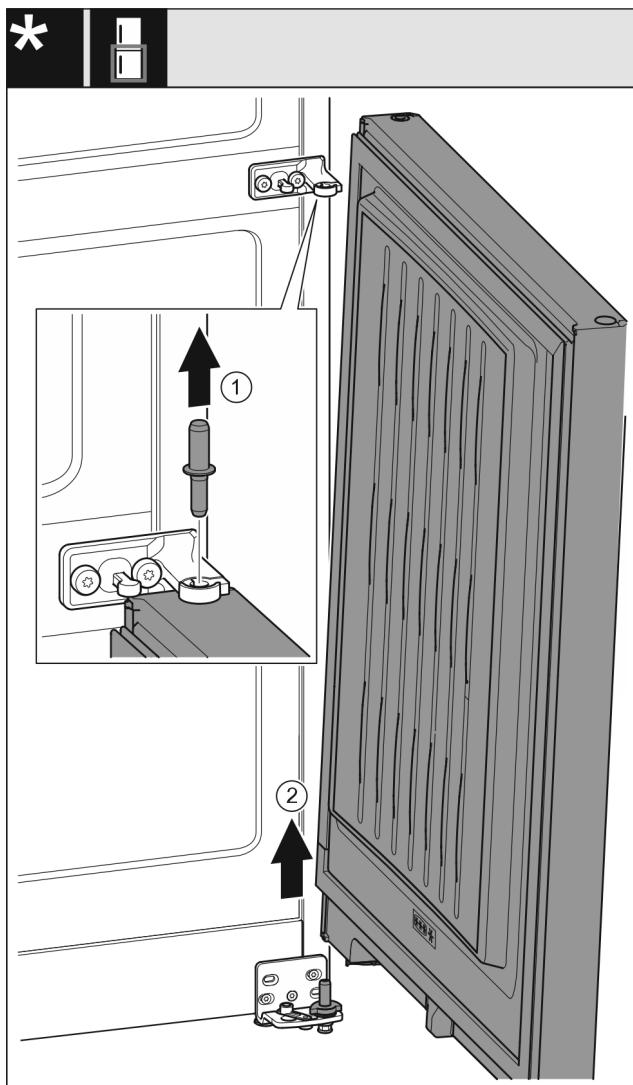

Fig. 10 Ohne Schließdämpfer
- Bolzen Fig. 10 (1) nach oben herausziehen.
- Tür Fig. 10 (2) herausschwenken, nach oben ziehen und beiseitestellen.